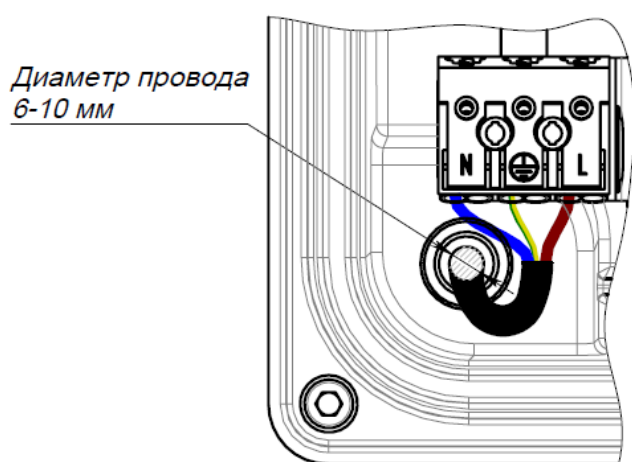

Рис. 1.5
4.1.7. При необходимости закрепить светильник страховочным тросом (рис. 1.5). Страховочный трос в состав комплекта поставки не входит.